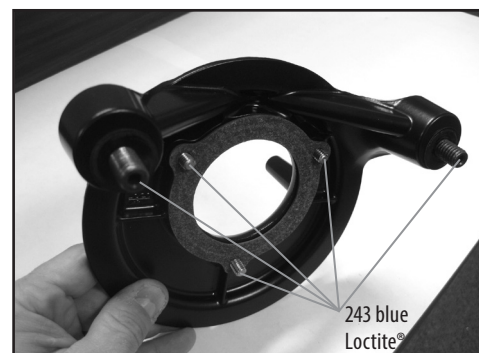

Figura 5
5. Applicare una goccia di 243 blue Loctite® nella filettatura delle viti e dei bulloni dello sfiatatoio. La figura 5 indica tutte e cinque le filettature delle viti su cui applicare 243 blue Loctite.